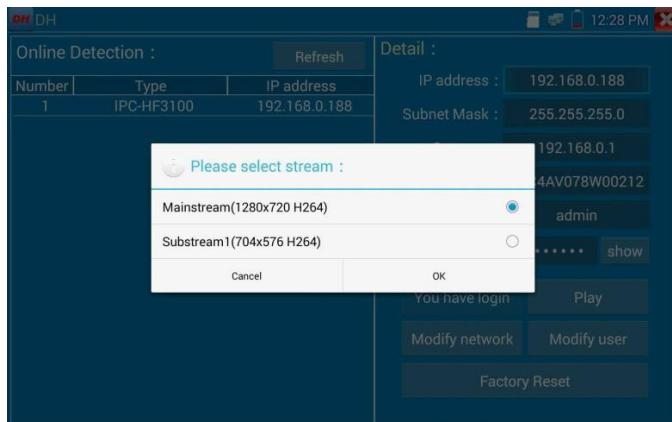

Рис. 117 Выбор видеопотока для тестируемой видеокамеры
3. Если видеокамера поддерживает выбор из нескольких потоков, выберите нужный, рис. 117